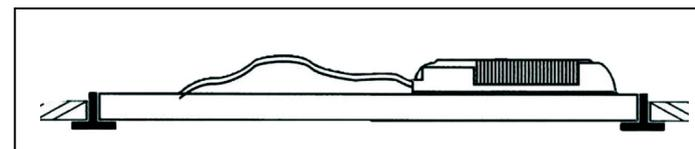
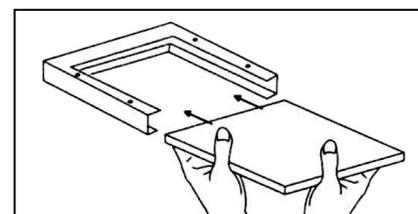

Рис. 2
Рис. 3
- 5.4 Конструкцией осветительного прибора предусматриваются следующие способы монтажа: подвесной с помощью комплектов подвеса CP 10 Suspension set (рис. 1), встраиваемый (на Т-профили) (рис. 2) и накладной с помощью рамки CP 10 SMB 600x600 (рис. 3).
- 5.7 Накладной способ монтажа (рис. 3):